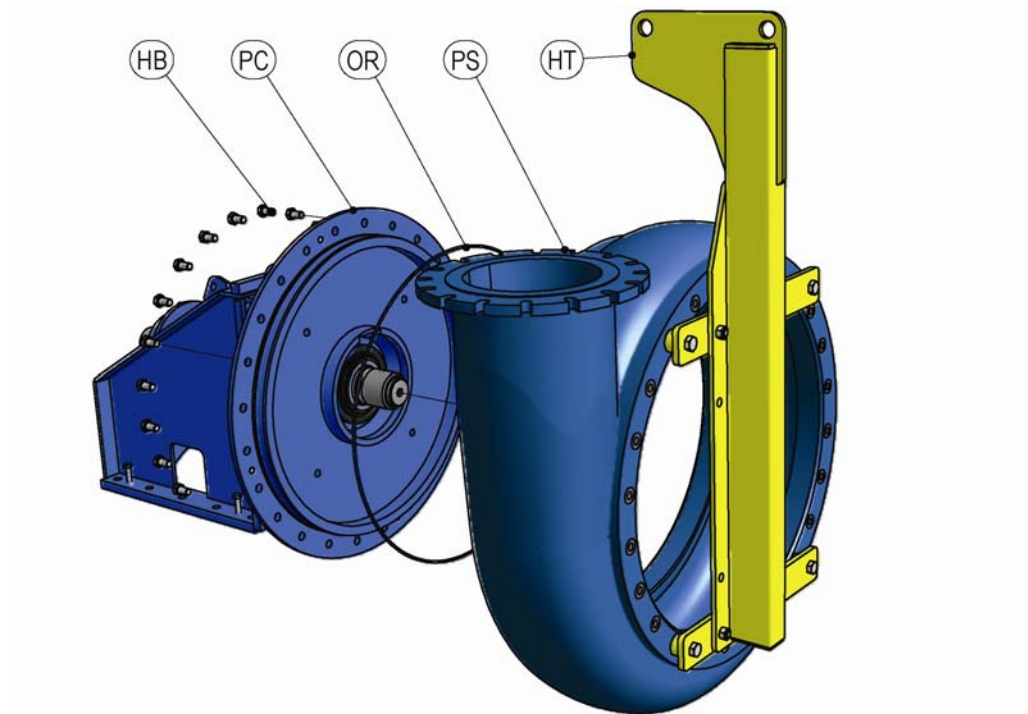

Figure 13 Démontage du corps de pompe
2. Soutenez le poids du corps de pompe (PS, voir Figure 13) à l'aide de l'outil de levage (HT). Pour les poids et les dimensions, se reporter à l'Annexe 1: "Données techniques" à la page 51.
3. Enlevez les boulons hexagonaux (HB), les rondelles.
4. Enlevez délicatement le corps de pompe (PS) du couvercle côté d'arbre (PC).
1. Vérifiez l'état du joint torique (OR, voir Figure 13 à la page 43). Remplacez, si nécessaire.
2. Nettoyez et contrôlez les faces de contact du corps de pompe (PS) et du couvercle côté d'arbre (PC).
4. Placez délicatement le corps de pompe (PS) contre le couvercle (PC) à l'aide de l'outil de levage (HT). Pour les poids et les dimensions, se reporter à l'Annexe 1: "Données techniques" à la page 51.